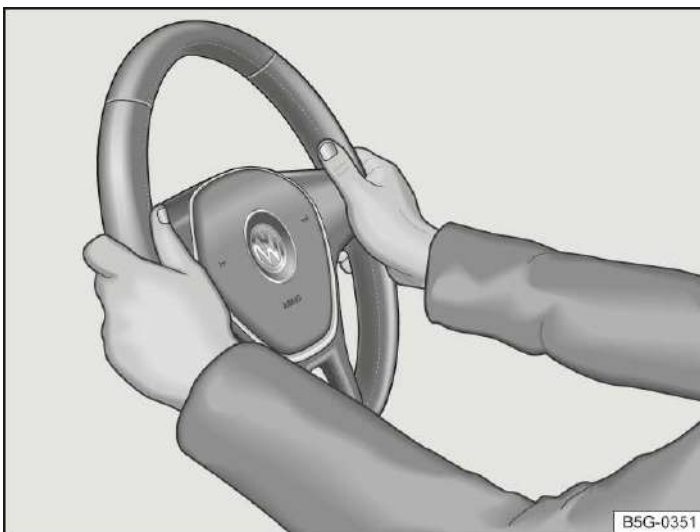

Abb. 2 Am Lenkrad: Neun-Uhr- und Drei-Uhr-Position.
2. Lenkrad so einstellen, dass es mit beiden Händen und leicht gebeugten Armen seitlich am äußeren Rand (Neun-Uhr- und Drei-Uhr-Position) → **Abb. 2** festgehalten werden kann.